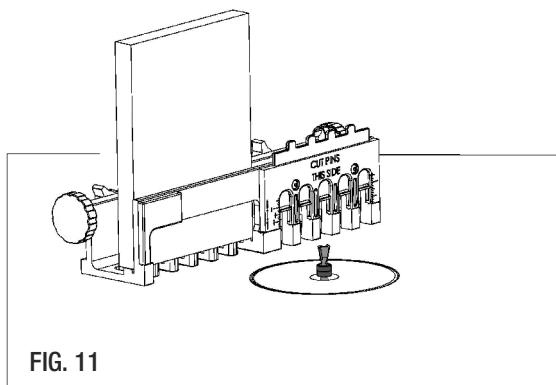

FIG. 11
6. Serrez la planche sur un établi ou fixez-la dans un étau, tel qu'ilustré (FIG. 10). Si vous utilisez une table à toupie, assurez-vous que la face qui indique « Cut Tails This Side » est dirigée vers la table à toupie. (FIG. 11)